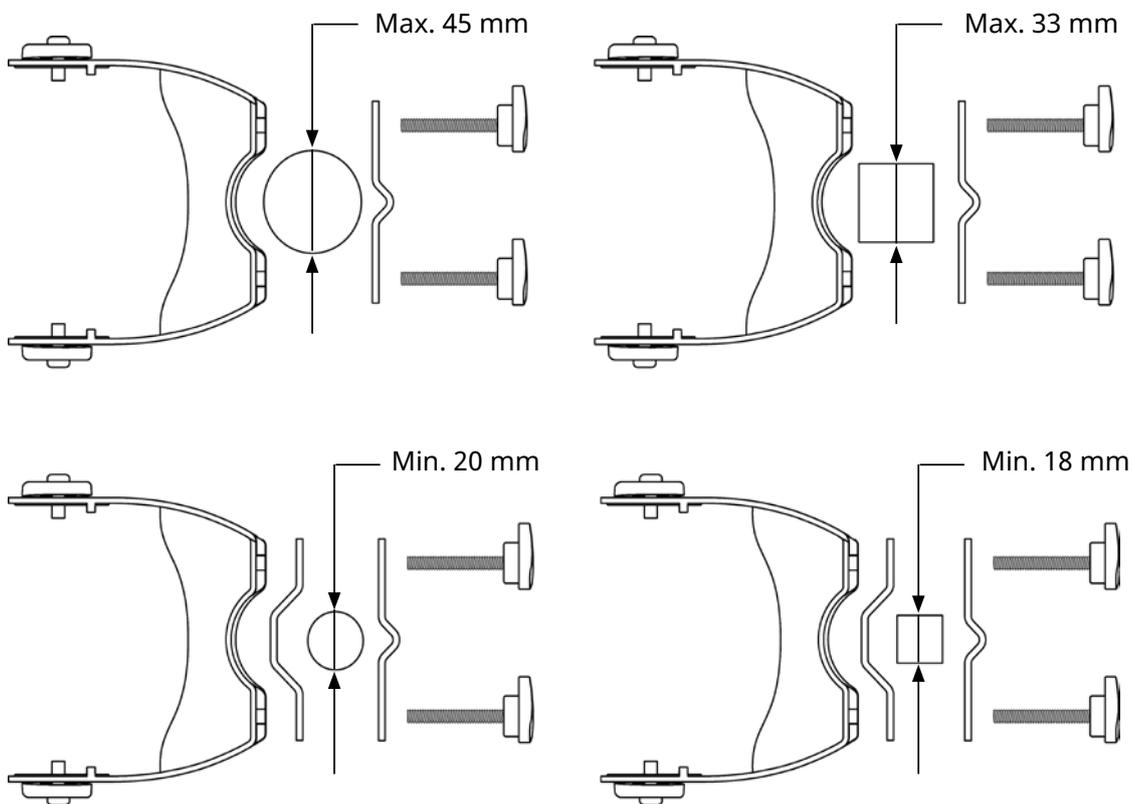

Fig.8: INSP
El calefactor se puede fijar en un poste o en las varillas de una sombrilla con la abrazadera INSP de la sombrilla (accesorio). La abrazadera puede fijarse en un poste/varilla redondo de 20-45 mm de diámetro, o cuadrado con lados de 18-33 mm. Asegúrese de que el poste sea estable y sólido antes de fijar la unidad. Las opciones de montaje se muestran en la Fig. 8.
1. Compruebe si es necesaria la abrazadera interior; consulte la Fig. 8.